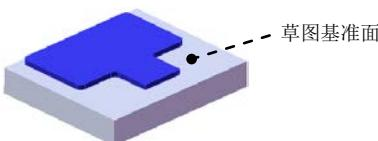

图 16.6.4 凸台一拉伸 2
- Step3. 创建图 16.6.4 所示的零件基础特征——凸台一拉伸 2。
- (1) 选择命令。选择下拉菜单 **插入(I)** → **凸台/基体(B)** → **拉伸(E)...** 命令（或单击“特征(F)”工具栏中的 按钮）。
- (2) 定义特征的横断面草图。
- ① 定义草图基准面。选取图 16.6.4 所示的表面作为草图基准面。